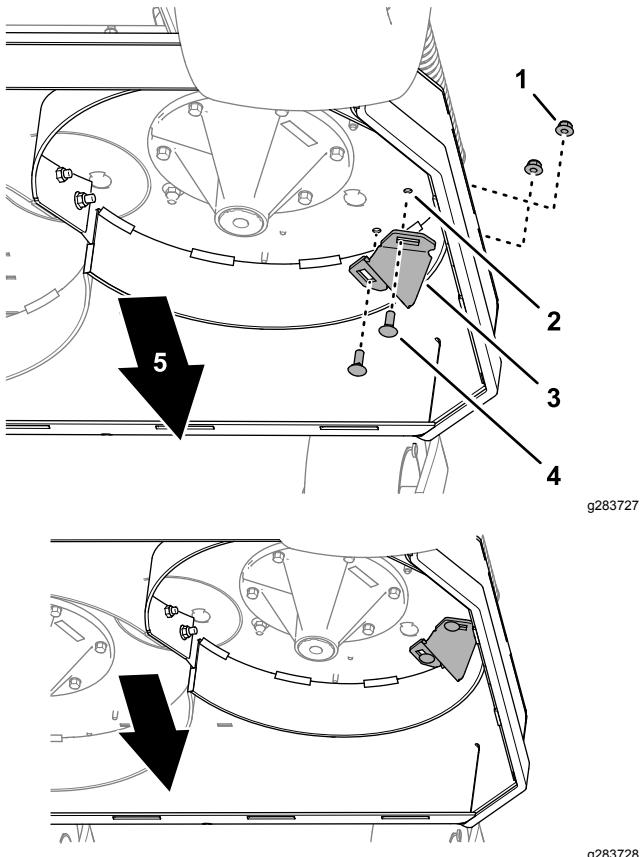

Figure 6
- Sur le côté gauche du plateau de coupe, alignez les fentes dans le kicker et les 2 trous de 10 mm que vous avez percés dans le plateau de coupe (Figure 6).